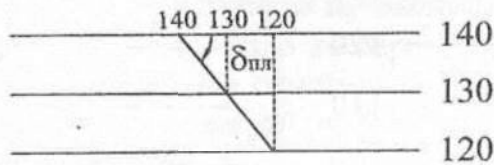

Рис. 5. Схема к решению задачи 5
2. По координатам X,Y на план нанести проекции точек А и В. Около проекций точек подписать числовые отметки Z (рис.5)